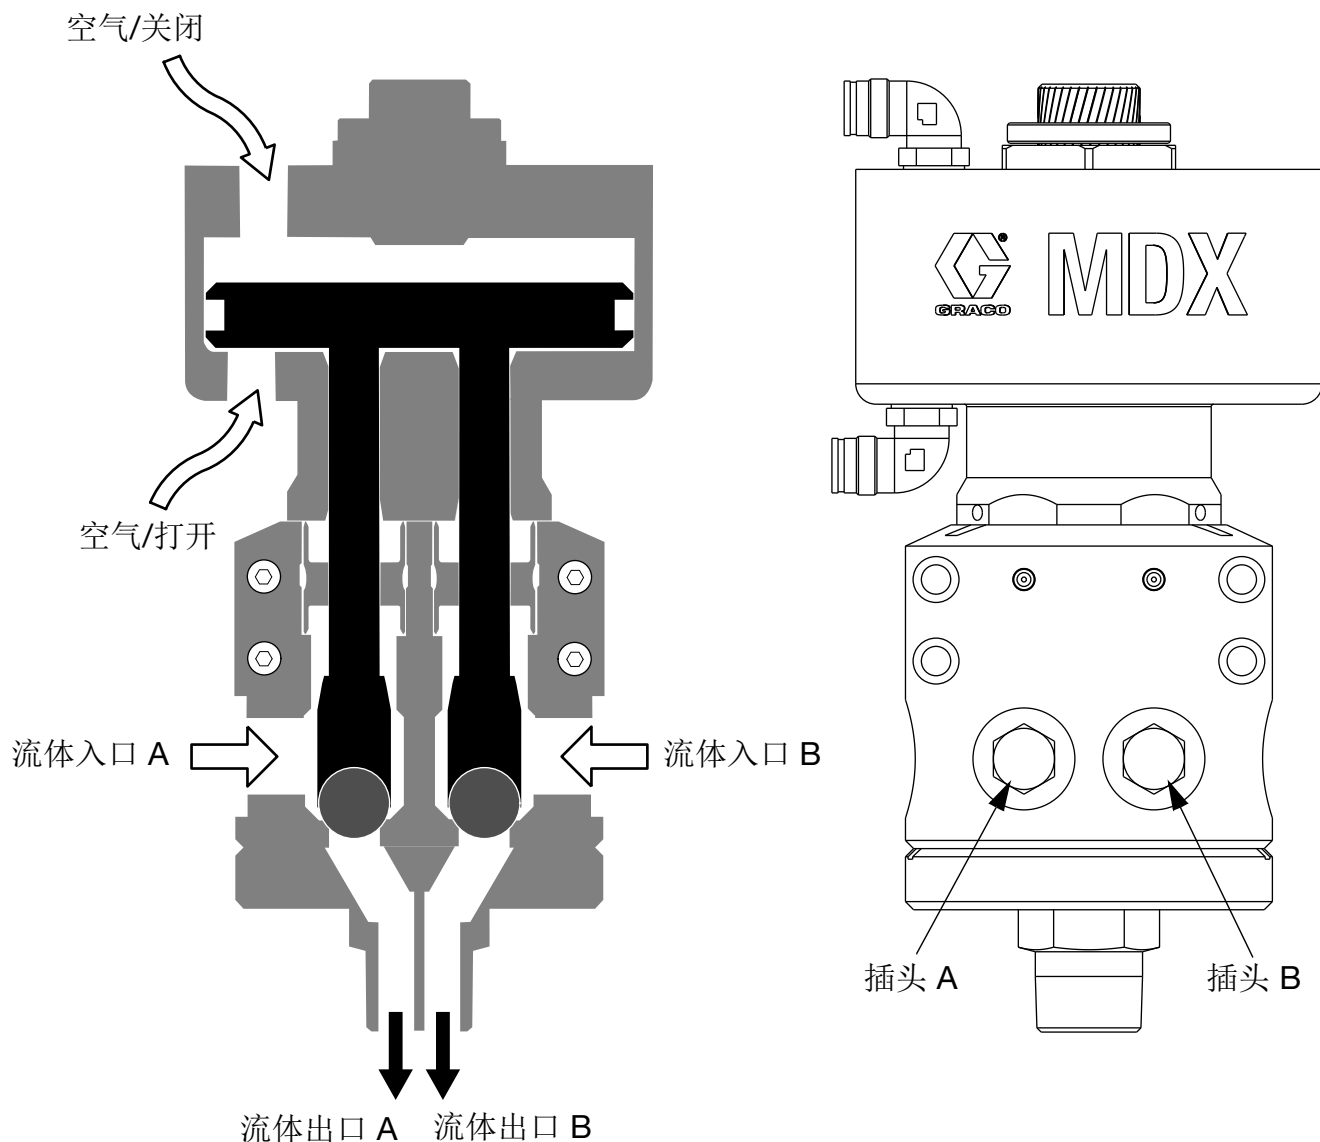

图 2: 工作原理
- b. 将空气管线连接到空气部分 (B) 的空气/打开进气口。请参见图 2（第 6 页）。
- c. 将空气管线连接到空气部分 (B) 的空气/关闭进气口。请参见图 2（第 6 页）。